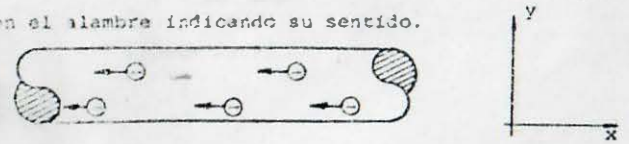

FIGURA P3.1
3.1 Suponga que al conectar un alambre de cobre AWG # 40 (diámetro nominal de 0.079 mm) a una diferencia de potencial, la velocidad promedio de los electrones es  $v_d = 0.02$  mm/s. El número de electrones libres en cada  $\text{cm}^3$  de cobre es  $8.38 \times 10^{22}$ . Considerando el sistema de referencia mostrado en la figura P3.1, obtenga el vector densidad de corriente en un punto cualquiera dentro del conductor y la corriente que circula en el alambre indicando su sentido.